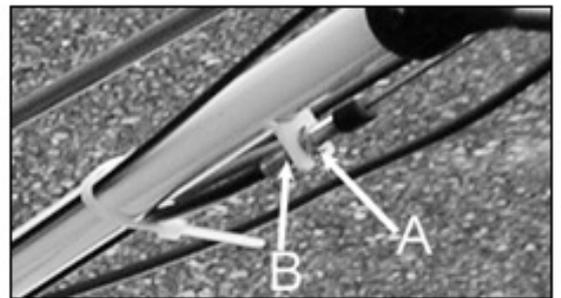

Bild 17
- Wenn der Keilriemen durchrutscht, stellen Sie den Bowdenzug (Bild 17) so ein, dass die Spannfeder richtig gespannt ist.